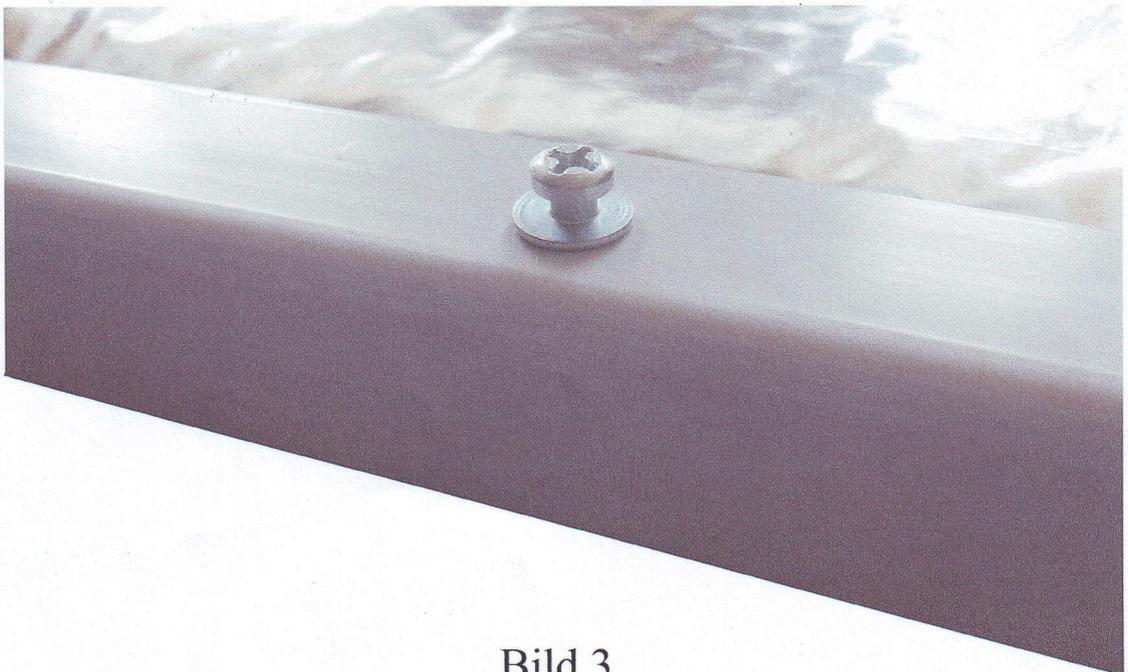

Bild 3
5. Die rückseite der Infrapaneel / wärmespiegel Seite/ befindet sich 4 vorstehende Schraubenkopf.( bild3.)